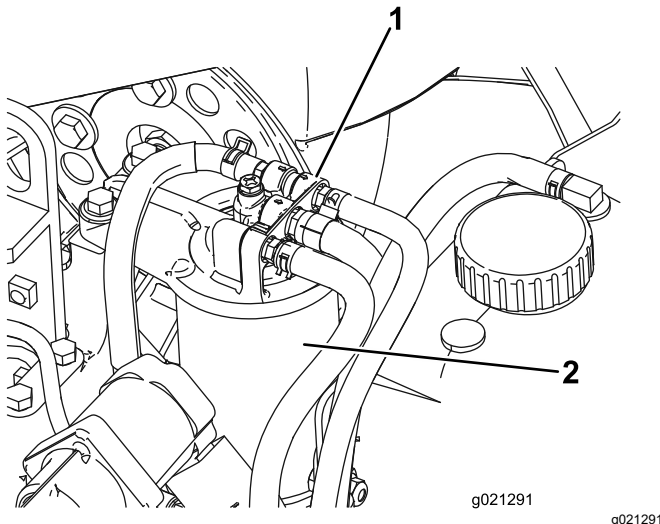

Figura 96
1. Limpe a zona em torno da cabeça do filtro de combustível (Figura 96).
2. Retire o filtro e limpe a superfície de montagem da cabeça do filtro (Figura 96).